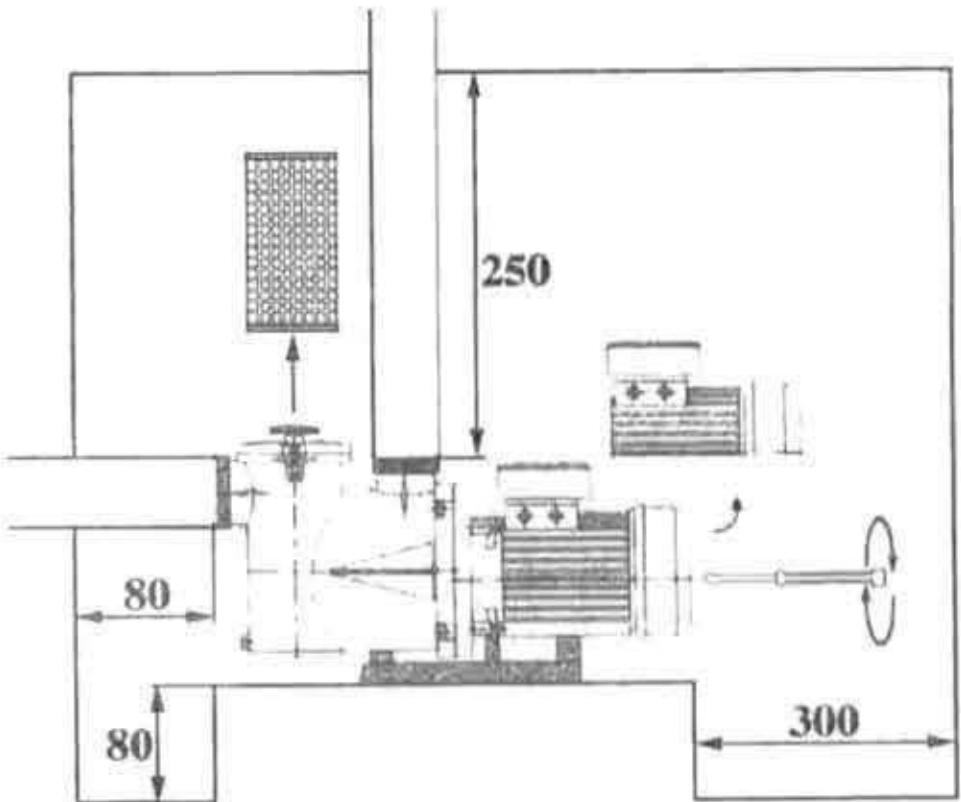

рис. 1
Убедитесь, что вал двигателя свободно вращается; запрещается запускать насос при блокированном двигателе. Для ручного запуска с помощью отвертки, на конце вала со стороны вентилятора имеется паз (рис. 1, стр. 8). В трехфазных двигателях, работающих в обратном направлении крыльчатка (13) может открутиться. Обратное вращение может стать причиной механических повреждений. Запустите двигатель на несколько секунд и убедитесь, что направление вращения совпадает с направлением обозначенным стрелкой на крышке вентилятора. В противном случае свяжитесь с монтажником (смените